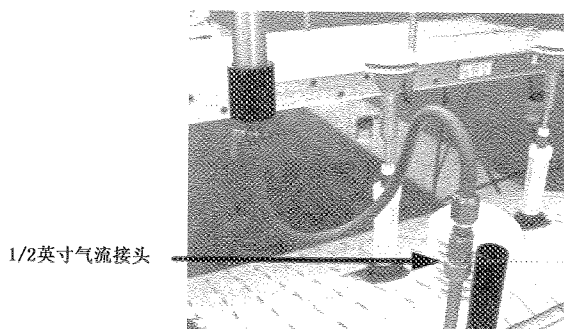

图 2-78 接在 1/2 英寸大颗粒流入口的气流接头
②如果要检查 PM_{coarse} ,则拆下采样头、入口管和虚拟采样头,并将 1/2 英寸的 Swagelok 气流检查接头连接到 1/2 英寸大颗粒流入口的顶部。将气流计/接头连接到气流检查接头(图 2-78)。
③如果要检查旁通气流通道,则从分流器上拆下旁通管道,将 3/8 英寸的气流接头连接到旁通线路的绿色的管上。将气流计/气流接头连接到气流检查接头。